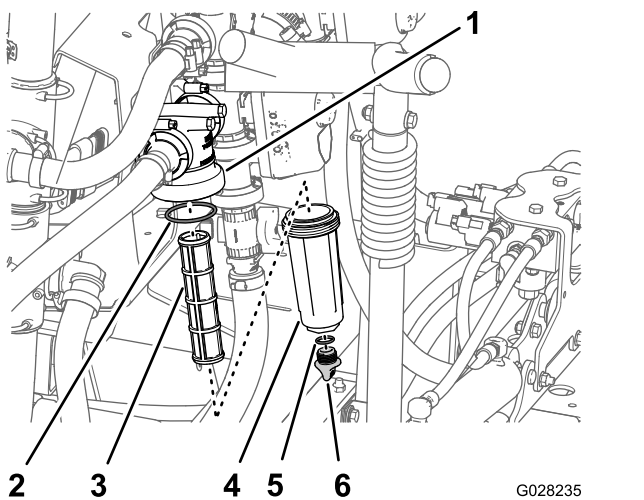

Figura 105
2. Coloque un recipiente de drenaje debajo del filtro de presión (Figura 105).
3. Gire el tapón de vaciado en sentido antihorario y retírelo de la cubeta del filtro de presión (Figura 105).
4. Enrosque la cubeta en sentido antihorario y retírela de la cabeza del filtro (Figura 105).
5. Retire el elemento usado del filtro de presión (Figura 105).
6. Inspeccione la junta tórica del tapón de vaciado (situada dentro de la cubeta) y la junta tórica de la cubeta (situada dentro de la cabeza del filtro) en busca de daños o desgaste (Figura 105).
7. Instale el elemento nuevo del filtro de presión en la cabeza del filtro (Figura 105).
8. Instale la cubeta en la cabeza del filtro, y apriétela a mano (Figura 105).
9. Instale el tapón en la cubeta, y apriételo a mano (Figura 105).